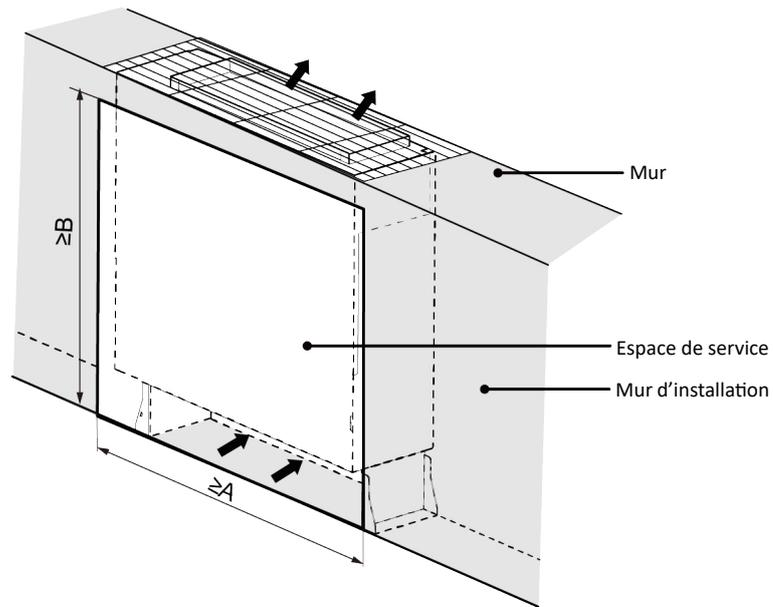

Fig.3.2.1
- 6 Lorsque l'unité intérieure est encastrée, veillez à l'installer selon la dimension indiquée à la Fig.3.2.1 afin de laisser suffisamment d'espace pour l'entretien.